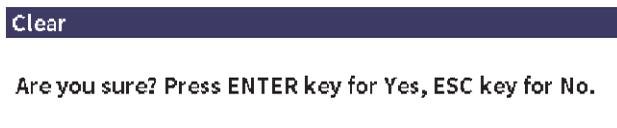

図 9-17 消去ダイアログボックス
**消去**ダイアログボックスが表示されます（142 ページの図 9-17 参照）。